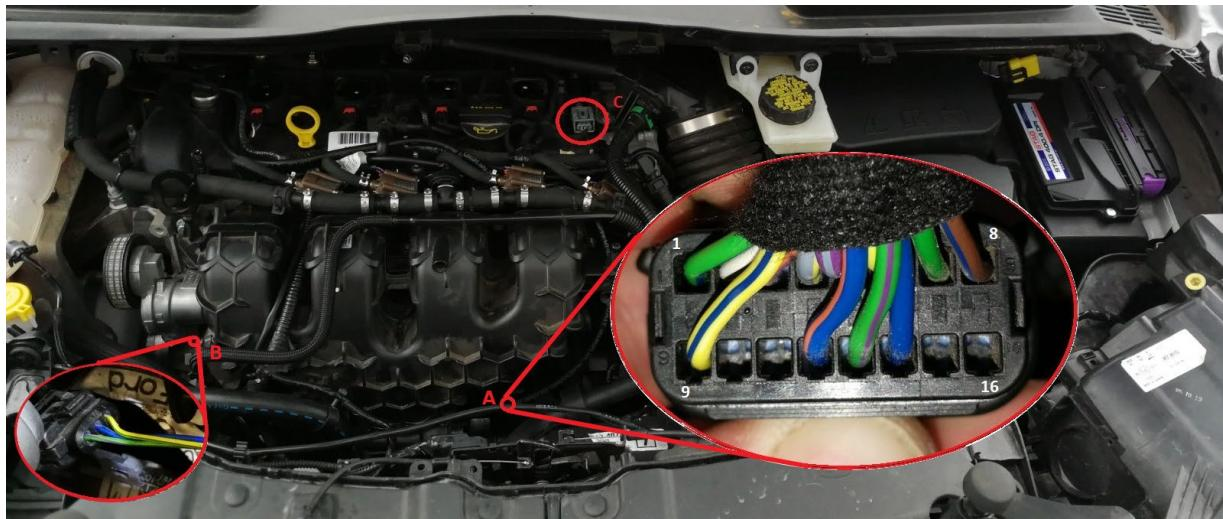

Рис. 2. Расположение разъемов под капотом транспортного средства.
- 4.2 Стандартные подсоединения. Подсоединение выполнить при разъеме датчика положения распределала (Рис. 2."С").